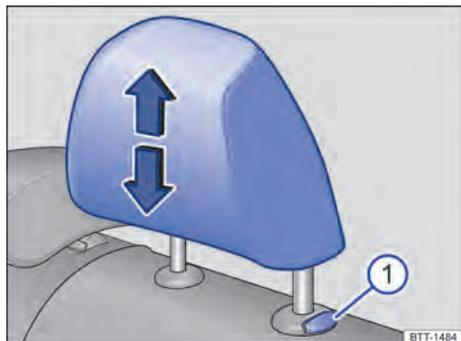
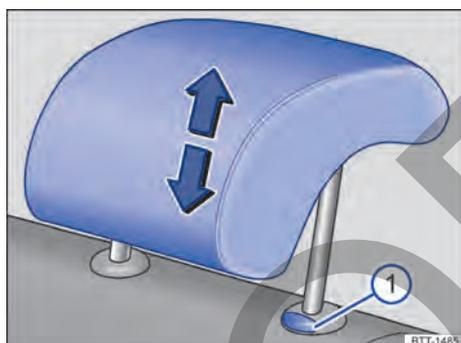

Fig. 63 En las plazas laterales traseras: ajustar el apoyacabezas.
Fig. 64 En la plaza central trasera: ajustar el apoyacabezas.
1. Suba o baje el apoyacabezas presionando al mismo tiempo la tecla → fig. 63 ① o → fig. 64 ①.